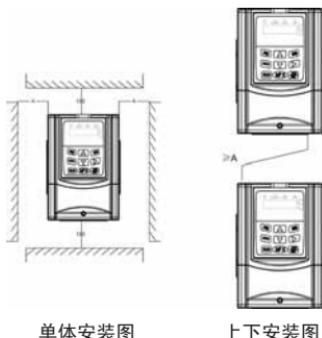

图 3-1 8000H 变频器安装示意图
- 请垂直安装变频器，便于热量向上散发。但不能倒置。若柜内有较多变频器时，最好是并排安装。在需要上下安装的场合，请参考图 3-1 的示意，安装隔热带流板。
- 安装空间遵照图 3-1 所示，保证变频器的散热空间。但布置时请考虑柜内其它器件的散热情况。